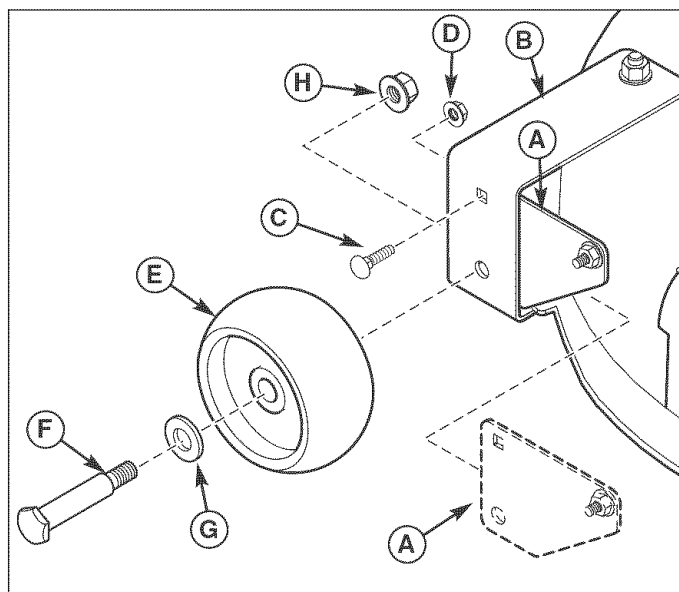

Figure 25. Installation du couvercle de verrouillage
2. Attacher la plaque de couvercle de verrouillage (A, Figure 25) au support de roue de jauge (B) à l'aide d'un boulon de carrosserie 1/4-20 x 5/8 et (C) et d'un contre-écrou à embase 1/4-20 (D).
3. Attacher la roue de jauge (E, Figure 25) du support de roue de jauge (B) à l'aide du boulon à épaulement de la roue (F), de la rondelle (G) et de l'écrou à embase (H).